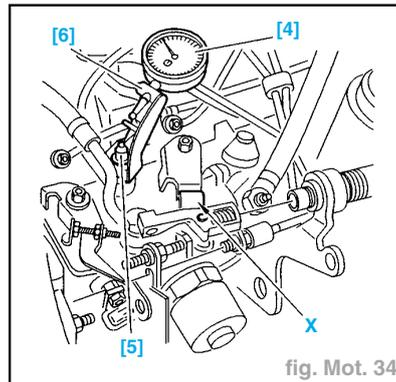

fig. Mot. 34
- Introduire la pige [5] (réf. 4093TJ) dans l'orifice de calage (fig. Mot. 34).